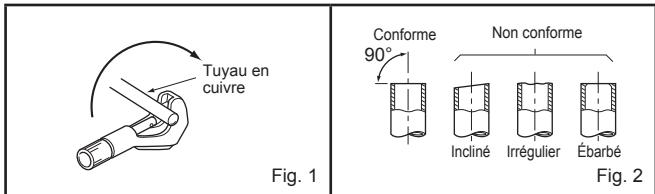

Fig. 1
- 3) Fixez le tube de canalisation sur la plaque de conduit à l'aide du contre-écrou. Le câble de connexion (A) de l'unité interne/externe qui apparaît à l'intérieur du tube de canalisation doit être inférieur à 7/8 in. (23 mm). (Fig. 1)
- Le tuyau de vidange doit être dirigé vers le bas pour faciliter l'écoulement. (Fig. 1)
- 1) Coupez correctement le tuyau de cuivre avec un coupe-tuyaute. (Fig. 1, 2)